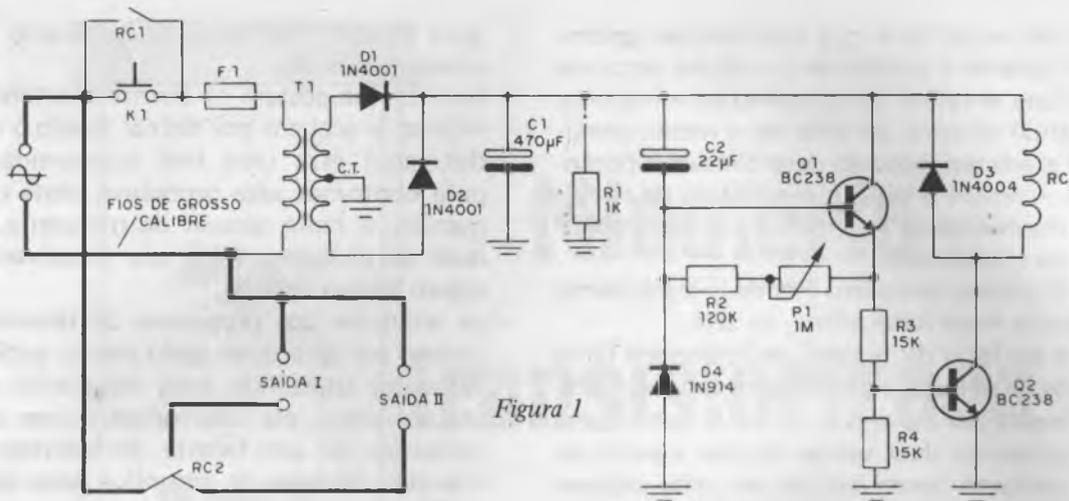
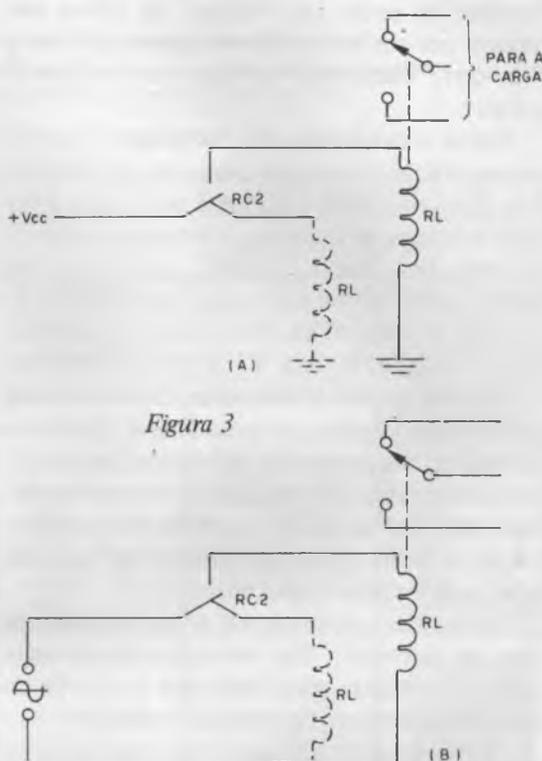

Figura 1
Figura 3
O circuito da minuteria não apresenta qualquer novidade, sendo ele de impressionante simplicidade, como bem se pode apreciar pelo esquema da figura 1, onde RC1 e RC2 representam os contatos do relê de comutação (RC) responsável pelo acionamento das cargas conectadas às saídas I e II do aparelho.
Na condição apresentada na figura 1 (condição de repouso), o contato de trabalho RC2 provê a devida alimentação c.a. à carga conectada na saída II do circuito; o contato de repouso RC2, ao contrário do anterior, mantém inibida a carga "pendurada" na saída I.
Pois bem, sob as condições apresentadas na figura 1, ao acionar-se momentaneamente o interruptor K1 do tipo "campainha", o primário de T1 recebe alimentação c.a. através do fusível de proteção F1 e rede elétrica, surgindo em seu primário uma tensão também alternada, porém de valor r.m.s. da ordem de 24 volts nas extremidades do enrolamento de T1; esta tensão é retificada (onda completa) pelos diodos D1 e D2, sendo filtrada pelo capacitor eletrolítico C1.
Dependendo do posicionamento do cursor do potenciômetro P1, o capacitor C2 mais, ou menos, rapidamente, se carregará, chegando o momento que a circulação de corrente através dele é reduzida, com o que o transistor Q1 (figura 1) irá, lentamente, deixando de conduzir, o mesmo ocorrendo com o transistor Q2, cuja tensão entre coletor e emissor (V_{CE}) irá crescendo cada vez mais até atingir o ponto em que a corrente
circulante por RC é menor que a corrente de manutenção do relê, o qual se vê obrigado a "cair" e os seus contatos retornam à condição mostrada pelo esquemático da figura 1, cabendo ao contato RC1 interromper a alimentação do circuito propriamente dito, enquanto RC2 se encarrega de inibir a saída I, habilitando, contudo, a saída II.
Outra opção, tão simples como a anterior, é fazer comandar um segundo relê através do contato reversível RC2 do primeiro (figura 1); este último relê certamente terá poder para manipular a corrente solicitada pela carga. Na figura 3 tem-se duas opções: na primeira o relê RL é alimentado através da própria tensão contínua (12 volts) da fonte de alimentação da minuteria, na opção B o relê RL é um relê, digamos, especial, cujo solenóide requer um valor de tensão alternada igual ao da rede elétrica — este tipo de relê se encontra à venda nas casas comerciais de equipamentos elétricos.